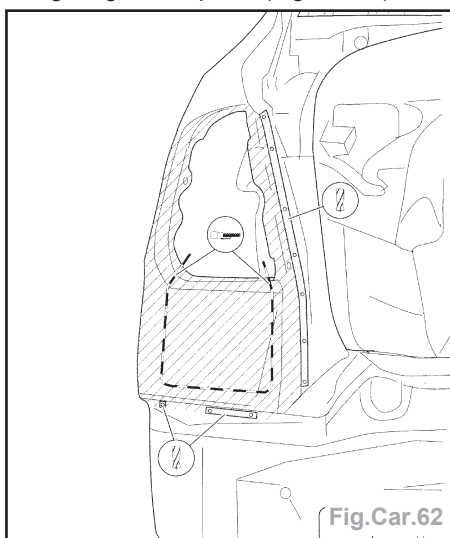

Fig.Car.62
- Faire une coupe avec une scie alternative sur la zone indiquée, pour faciliter le dégrafage de la pièce (Fig.Car.62).
- Éliminer les points de soudure, en utilisant le mandrin à fraise pour les points de soudure et une perceuse (Fig.Car.62 et 63).